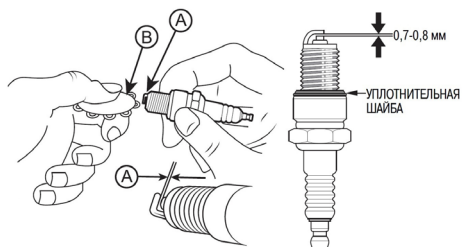

Рис. 21. Проверка зазора между электродами
4. Измерьте зазор А между электродами свечи зажигания специальным щупом В. Зазор А должен быть 0,7-0,8 мм (Рис. 21). При увеличении или уменьшении требуемого зазора, рекомендуется заменить свечу, так как регулировка зазора может привести к изменению качества искрообразования.